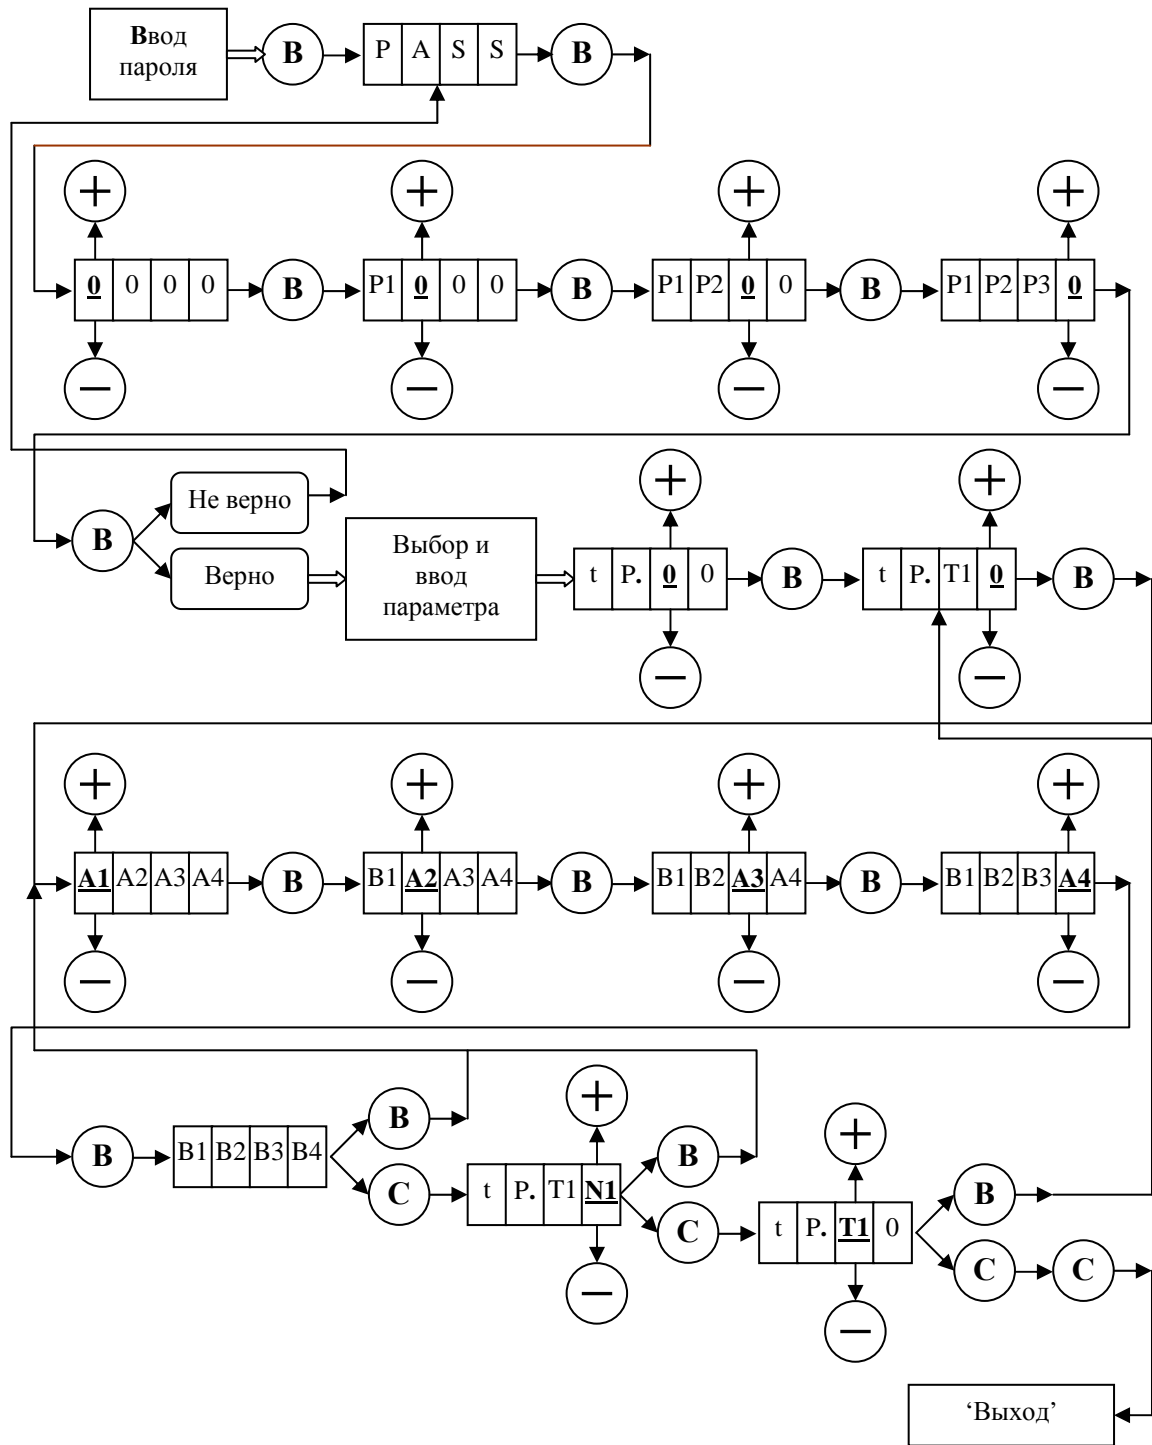

Рис. 7. Ввод параметров с помощью клавиатуры КРАБ-1.
3.7.8.4. На **рис. 7** изображена диаграмма ввода параметров с помощью клавиатуры, где кружки с соответствующими надписями обозначают кнопки клавиатуры.